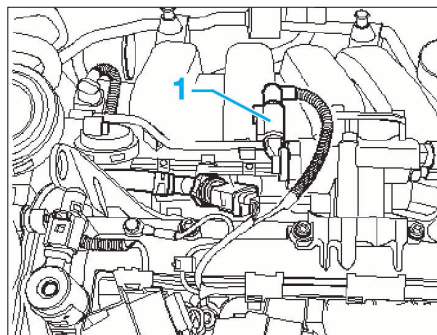
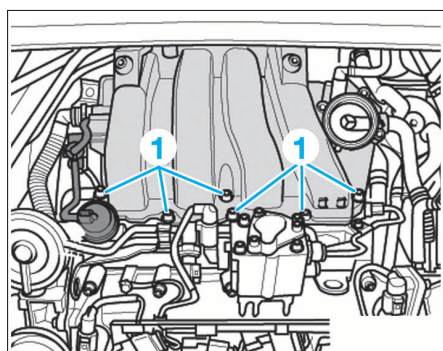

FIG. 34
FIG. 39
- Faire chuter la pression du carburant ; pour cela (Fig.34) :
- débrancher le connecteur de la vanne de régulation de pression du carburant (1).
- Déposer les vis de fixation (1) du collecteur supérieur d'admission et déposer la tubulure à l'arrière (Fig.39).